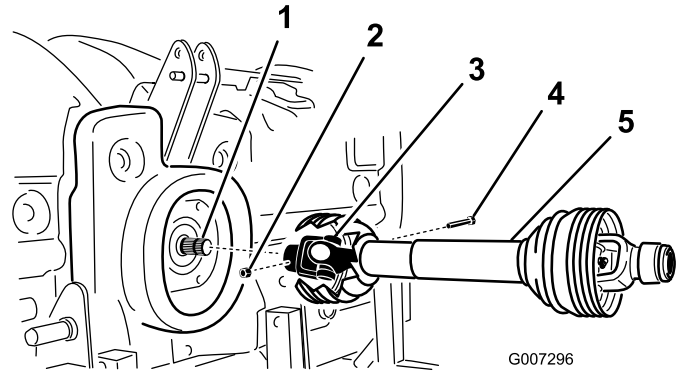

图11
- 2. 用 1 个 1/2 x 3.00 英寸的螺栓和 1 个 1/2 英寸的螺母将 PTO 轴连接到齿轮箱输入轴图11。